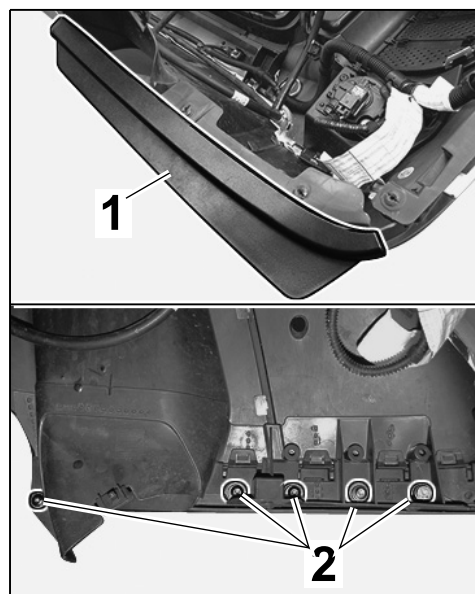

Рис. 12
- 7.3.1 Вывернуть винты $\Rightarrow$ Рис. 12 -2- нижнего спойлера $\Rightarrow$ Рис. 12 -1- на серийном переднем спойлере.